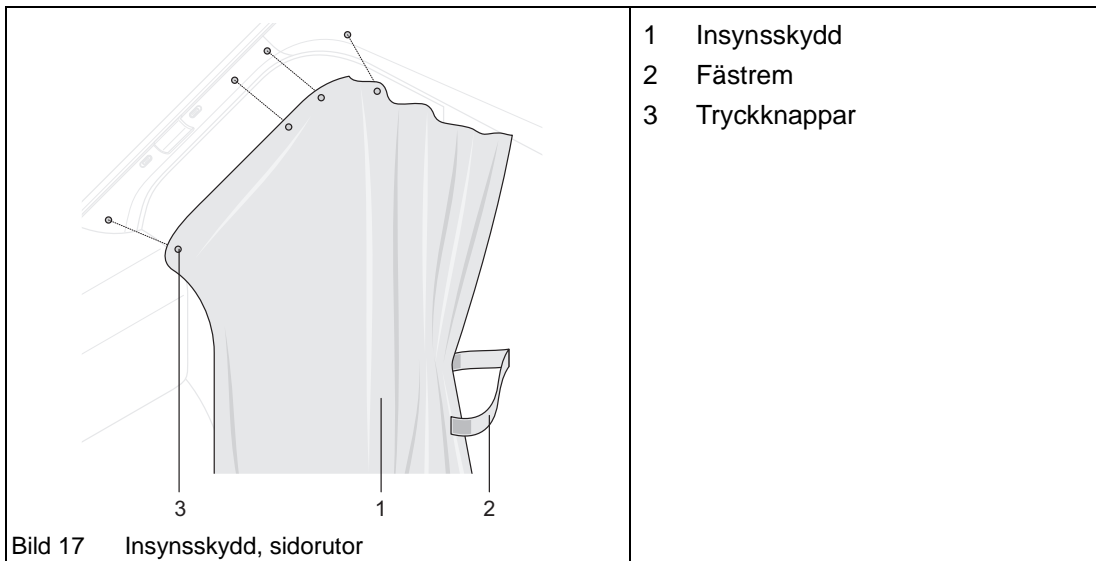

Bild 17 Insynsskydd, sidorutor
Insynsskydden (Bild 17/1) sitter vid sidorutornas bakkanter.
- ➔ Lossa fästremmarnas (Bild 17/2) kardborrelås.
- ➔ Dra insynsskyddet (Bild 17/1) framåt och fäst det i detta läge med tryckknapparna (Bild 17/3).